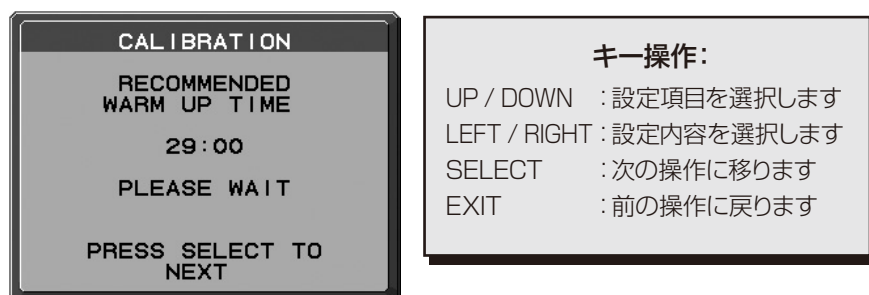

図 1
液晶ディスプレイの電源を入れてから30分以内にキャリブレーションをおこなおうとすると確認画面が表示されます。(図1)
- 入力信号がない状態で、キャリブレーションをおこなう場合は、左右ボタンを同時に長押ししてください。図1のキャリブレーション画面が表示されます。